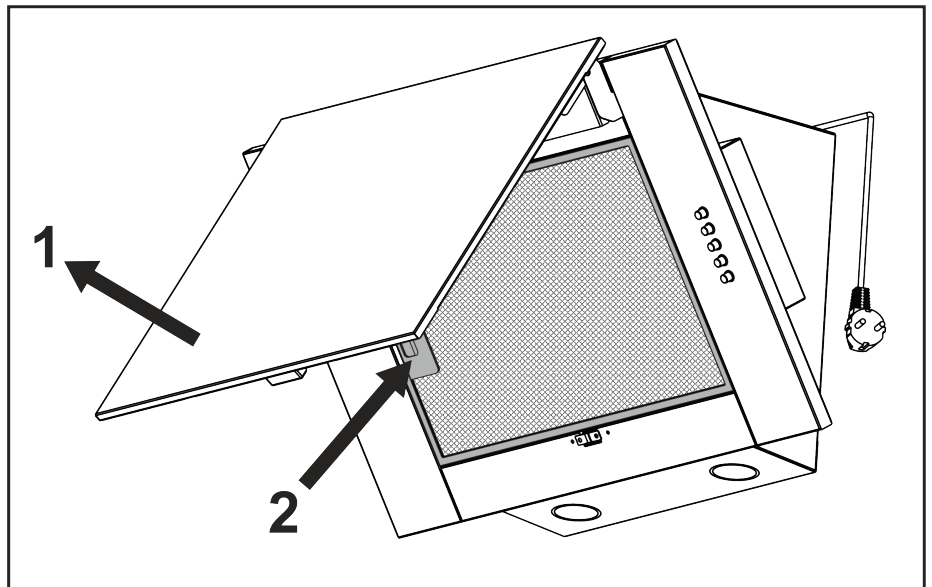

Рис.6
8.7 Для зняття алюмінієвого фільтру (рис.6) слід відкрити **декоративне скло 1**, натиснути на **пружинну засувку 2**, і потягнувши на себе зняти фільтр з панелі. Встановлення фільтру виконати в зворотному порядку.